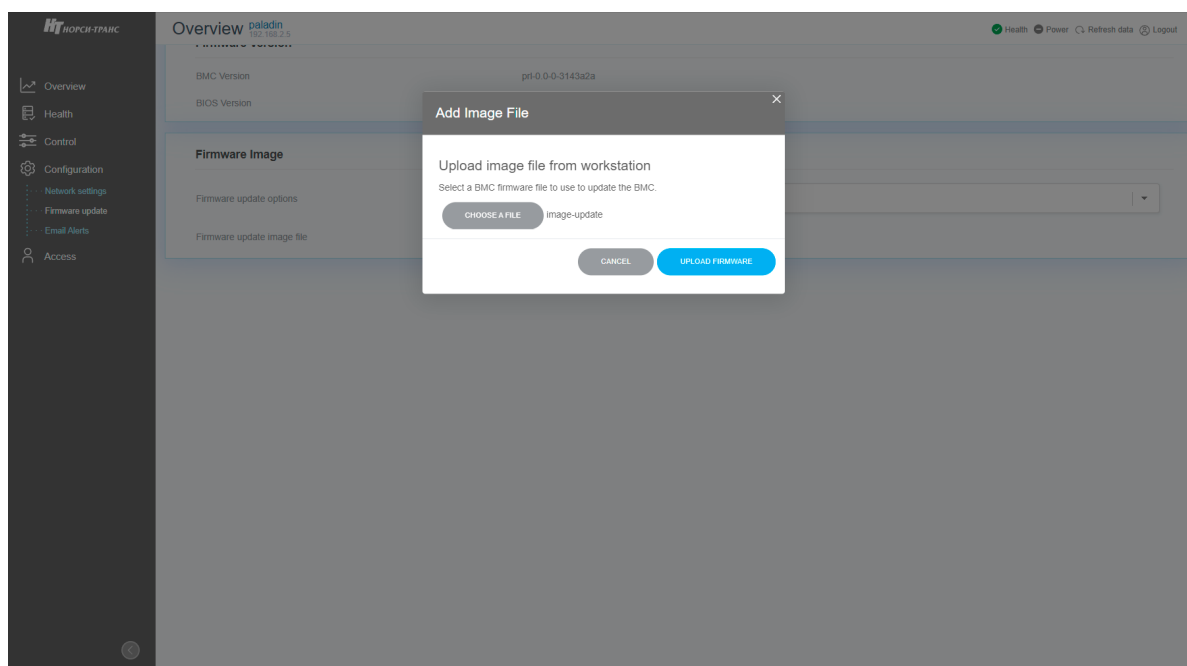

Рис. 81. Окно с активной кнопкой «UPLOAD FIRMWARE»
- 5) Нажмите на кнопку «UPLOAD FIRMWARE». Окно показано на рис. 81 Окно с активной кнопкой «UPLOAD FIRMWARE»